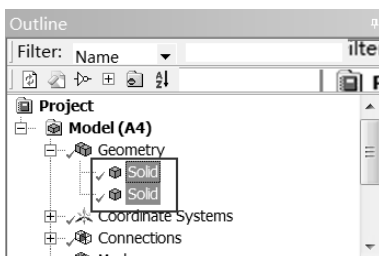

图 5-133 选择 Solid
Step2：单击 Outline 栏 Geometry 项前部的  按钮，按住 Ctrl 键选择两个 Solid 选项，如图 5-133 所示。